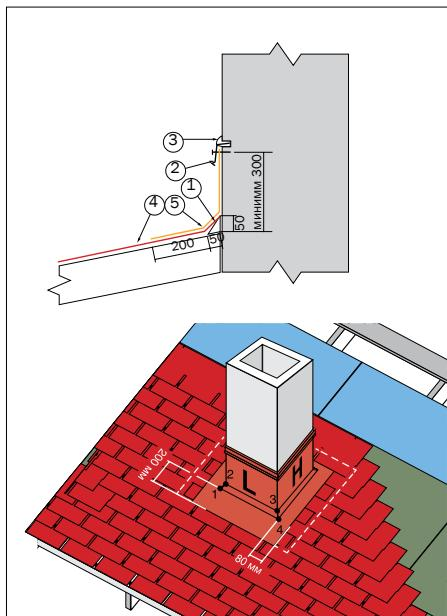

Рис. 22
В местах стыков ската кровли со стенами (рис. 22) набивается треугольная рейка (1), на которую заводится рядовая черепица (4). В качестве треугольной рейки может быть использован деревянный брус 50x50 мм, распущенный по диагонали, либо обычный деревянный плинтус (1). Если поверхность вертикальной стены кирпичная, то ее необходимо предварительно оштукатурить и праймировать. Поверх рядовой черепицы монтируются полосы ендового ковра ТехноНИКОЛЬ (5) шириной не менее 500 мм с проклейкой битумной мастикой ТехноНИКОЛЬ (мастика наносится на всю тыльную поверхность выкройки ендового ковра). На стену полоса заводится не менее чем на 300 мм, а в климатических зонах с повышенными снеговыми нагрузками эта величина может быть увеличена. Верхняя часть примыкания заводится в штрабу и закрывается